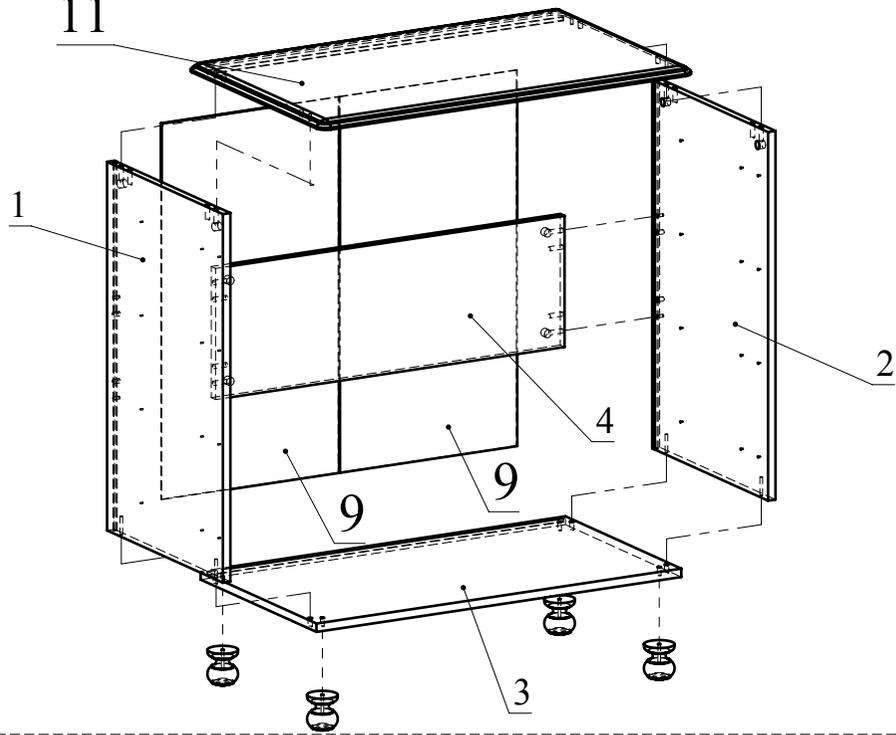

Рис.8
7. Вставьте ящики и заглушки для конфирмат и минификс (Рис.8).